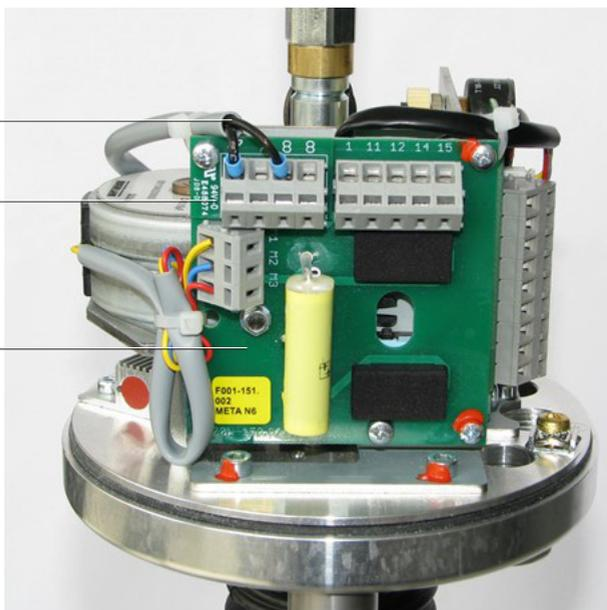
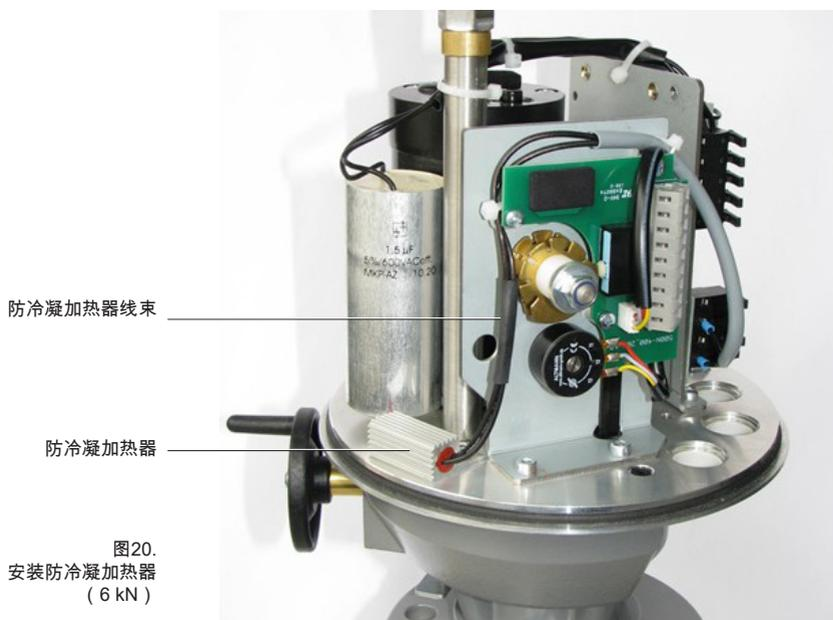

图 15.
图20.
- 参考图15至图20《加热器安装 (1 - 6 kN) 》了解产品组装定位，并使用所提供的螺丝将防冷凝端子板固定到主板上